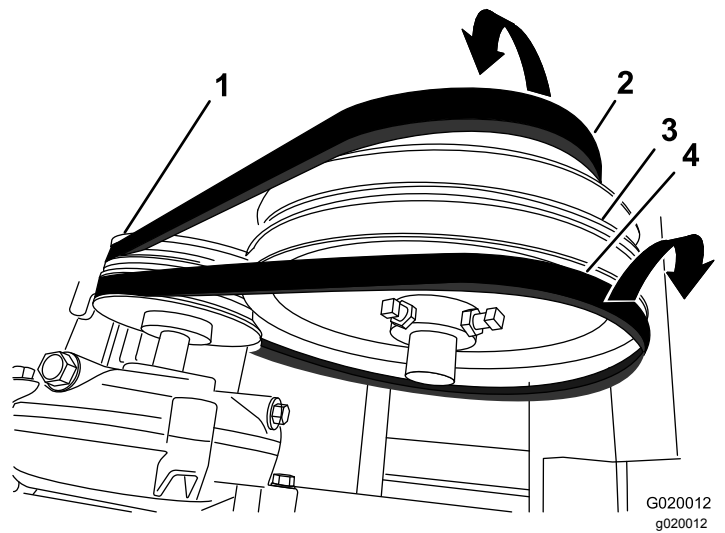

Figura 66
7. Deslice la correa delantera hacia adelante y retírela de la polea tensora (Figura 66).
8. Deslice la correa trasera hacia atrás y retírela de la polea tensora (Figura 66).